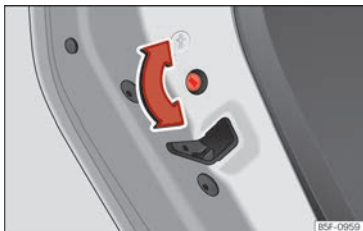

Abb. 79 Kindersicherung in der linken Tür
- Drehen Sie bei geöffneter Tür den Schlitz mit dem Fahrzeugschlüssel an den linken Türen im Uhrzeigersinn »» (Abb. 79) und bei den rechten Türen gegen den Uhrzeigersinn.
- Drehen Sie bei geöffneter Tür den Schlitz mit dem Fahrzeugschlüssel an den linken Türen gegen den Uhrzeigersinn »» (Abb. 79) und bei den rechten Türen im Uhrzeigersinn.